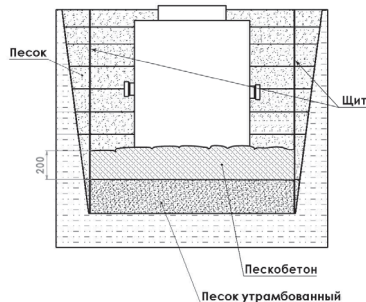

Рис.4 Расположение в пескобетоне
- залить юбку Станции пескобетоном в соотношении 3:1 минимум 200 мм от дна Станции (см. рис.4) Как правило, для установок бетонирование не требуется. В несвязанных обводненных грунтах с камнями, вызывающими максимальное давление на стенки изделия, выполняется обсыпка слоями по 300мм и периодически слои песка чередуют с обсыпкой цементом для стабилизации.